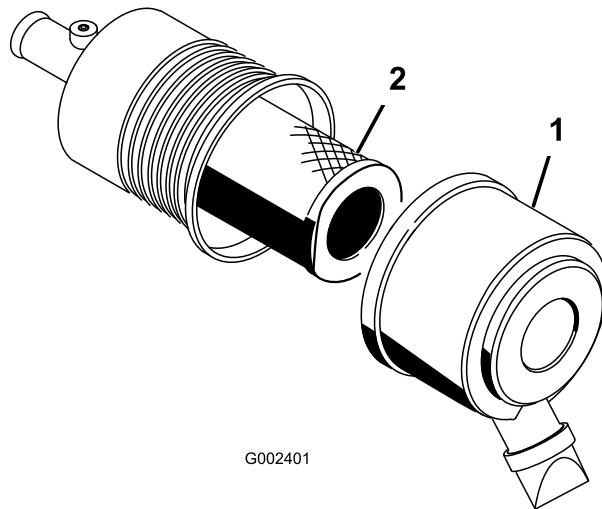

図 44
1. エアクリーナーのラッチを外し、ボディーからカバーを抜き出す図 44。
3. 次フィルタをゆっくり引き抜くようにしてエア・クリーナーのボディーから外す図 44。
6. 安全フィルタを交換する場合には、十分に注意しながら、フィルタのボディに挿入する図 44。
7. 1次フィルタをゆっくり押し込むようにして安全フィルタの上から取り付ける図 44。
- 上下方向を間違えないように、エアクリーナカバーを正しく取り付け、ラッチを掛ける図 44。